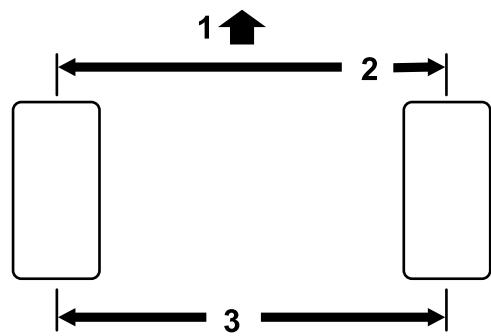

図 58
- 後輪の前と後ろで、左右のタイヤの中央線間距離を測るアクスルの高さ位置で計測図 58。